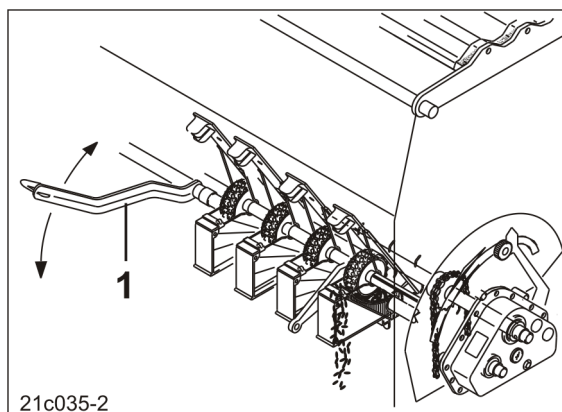

Рис. 152
8. Во время заполнения посевного бункера установите рычаг клапана высевной коробки (Рис. 152/1) в положение от 1 до 4.